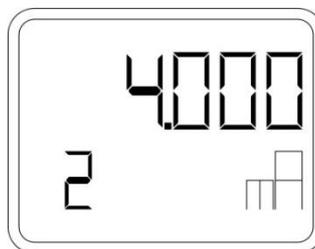

Рисунок 8 – Установка нижнего предела измерения при подаче опорного давления
- При помощи кнопок «↑» и «↓» установить нижнее значение на 4 мА (рисунок 8).